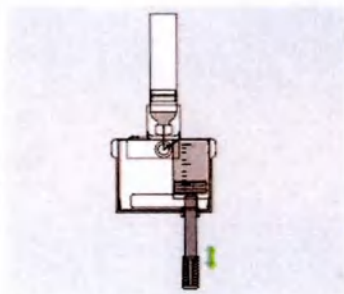

Рисунок 63
5. Медленно надавите на стержень, чтобы затянуть пузырьки обратно во флакон, а затем медленно потяните, чтобы набрать побольше инсулина в резервуар. Повторяйте до тех пор, пока в резервуаре не будет достаточно инсулина и пузырьки воздуха не исчезнут (рисунок 63).